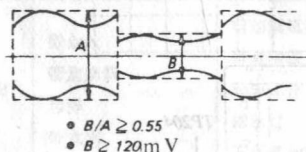

图 1-4-16 输出包络和输出电平之差
- ② 如果图 1-4-16 中 B/A 比值小于规定值,则应更换上磁鼓组件。
- ③ 用 E-180 磁带的开始部分确认同步编辑的工作。
- ④ 如果在编辑的开始部分出现噪声,需再一次调节导柱 3 的高度。